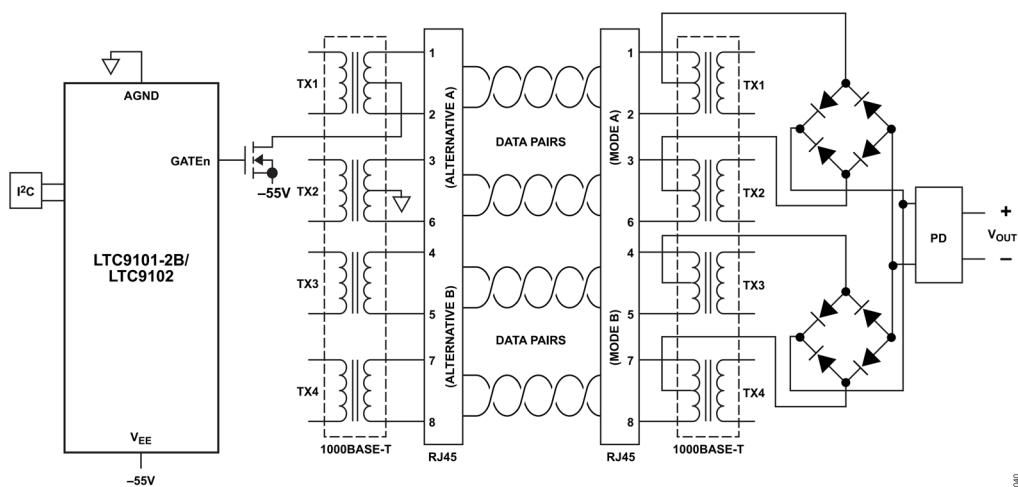

図 36. 802.3bt システムの構成図 – 2 ペア PSE とシングルシグネチャ PD
一般的なイーサネット・データ接続は 2 本または 4 本のツイスト・ペア銅線（通称イーサネット・ケーブル）で構成され、それぞれの端をトランスで結合してグラウンド・ループを防止しています。PoE システムはこの結合配置の利点を生かし、データ・トランスのセンタータップ間に電圧を加えることによって、データ伝送に影響することなく PSE から PD へ電力を送ります。PoE システムの回路図の概要を図 36 に示します。
- ▶ タイプ3およびタイプ4のPDは、シングルシグネチャPDまたはデュアルシグネチャPDとして構成できます。シングルシグネチャPDは、両方のペアセットに対して有効な同じシグネチャ抵抗を同時に示します（図36を参照）。デュアルシグネチャPDは、完全に独立した2つの有効な検出シグネチャを、各ペアセットに対して1つずつ示します。
802.3at で記述されていた PD 構成は 1 つだけで、これはシングルシグネチャ PD と呼ばれます。その構成を図 36 に示します。シングル・シグネチャ PD は、両方のペアセットに対して同じ 25k 検出抵抗を並列に示します。